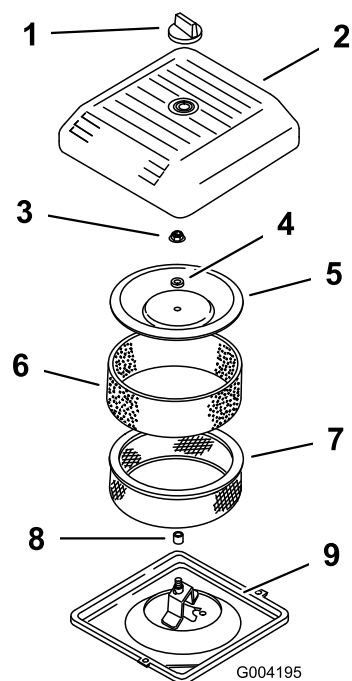

Figura 43
3. Svitare la manopola e togliete il coperchio del filtro dell'aria (Figura 43).
4. Fate scorrere attentamente il prefiltro in schiuma sintetica fuori dall'elemento di carta (Figura 43).
5. Svitare il dado del coperchio e togliete il coperchio, il distanziale e il filtro di carta (Figura 43).
2. Montate il gruppo filtro dell'aria sulla relativa base (Figura 43).
3. Montate il coperchio, il distanziale e fissatelo con il dado del coperchio (Figura 43). Serrare il dado ad una coppia di 11 Nm.
4. Montate il coperchio del filtro dell'aria e fissatelo con la manopola (Figura 43).